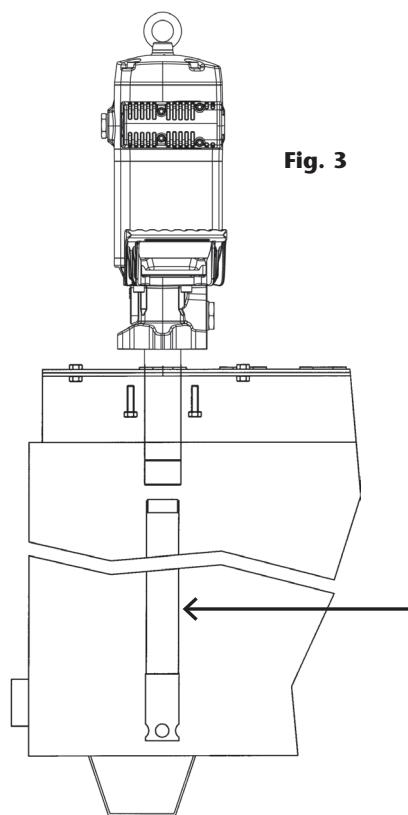

Fig. 3
- b. Direct drum or tank mounting. Screw the proper suction tube (see fig. 3) to the foot valve of the pump. Insert the tube through the drum/tank cover. Secure the pump to the cover with M10 screws (4 holes @ Ø 4.4" (112 mm) center hole pattern diameter).
- b. Montaje directo sobre bidón o cisterna (ver fig. 3). Rosque a la bomba el tubo prolongador correspondiente (ver fig. 3). Inserte el tubo por el interior de la tapa del bidón/cisterna. Atornille la bomba a la tapa con tornillos M10 (4 agujeros en un patrón de centros de diámetro 4.4" (112 mm)).